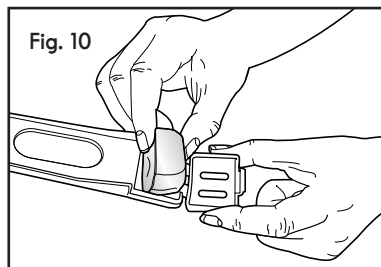

Fig. 10
11. Ouvrez le porte-filtre à eau, retirez le filtre à charbon usagé et remplacez-le par un nouveau de la même taille et de la même forme, comme illustré à la fig 10.